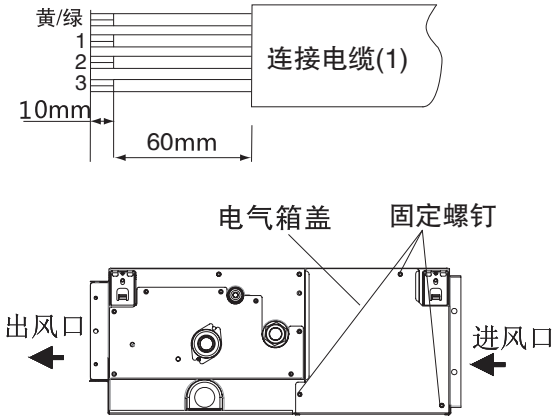

图24-1
- (1) 取下如图24-1电气盖固定螺钉，取下电气箱盖。
- (2) 穿过电控箱上的接线孔，连接接受器连接线到电控箱内的印刷电路板上。
- (3) 连接室内、分歧箱连接线到电气箱的端子上。
- (4) 用连接线压板固定连接电缆。